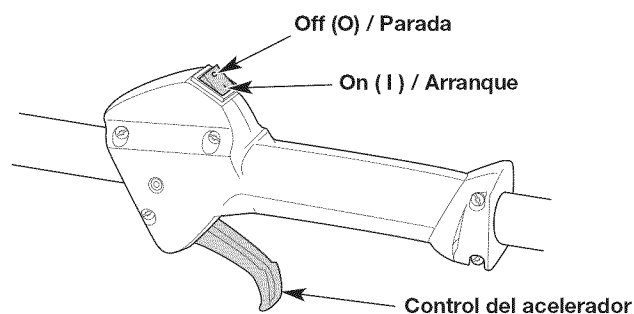
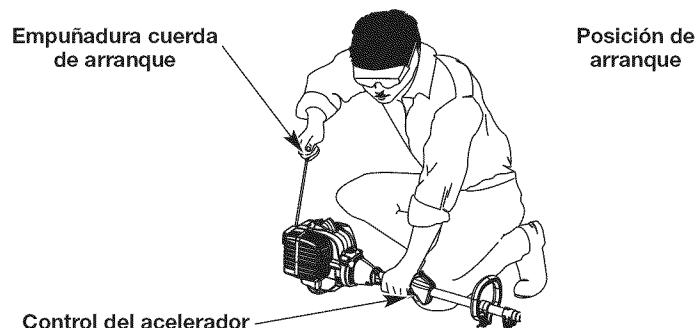

Fig. 9
Fig. 12
ADVERTENCIA: Se debe evitar arrancar accidentalmente la unidad. A fin de evitar que se produzcan lesiones graves, el operador y la unidad deben estar en una posición estable cuando se jala la cuerda de arranque (Fig. 12).
NOTA: No es necesario encender la unidad. El interruptor de encendido/apagado está en la posición ON (1) (encendido) en todo momento (Fig. 9).
5. Agacharse en la posición de arranque (Fig. 12).
6. Apriete el control del acelerador (Fig. 9) y tire de la cuerda de arranque con un movimiento controlado y firme **5 veces** (Fig. 12).
2. Oprima y mantenga apretado el interruptor de encendido/apagado en la posición OFF (0) (apagado) hasta que el motor se pare por completo (Fig. 9).
NOTA: No es necesario encender la unidad. El interruptor de encendido/apagado está en la posición ON (I) (encendido) en todo momento (Fig. 9).
7. Apriete y mantenga oprimido el control del acelerador (Fig. 9). Ponga en marcha el accesorio Speed Start™ durante 2 segundos.
2. Oprima y mantenga apretado el interruptor de encendido/apagado en la posición OFF (O) (apagado) hasta que el motor se pare por completo (Fig. 9).